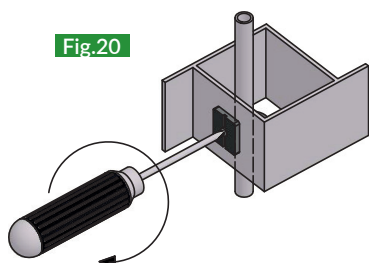

Fig.20
- N.B.: Prima di un eventuale smontaggio della serratura bloccare lo scorrimento delle aste serrando le viti delle pinze guida asta. **Fig.20** Ricordarsi di svitarle dopo aver rimontato la serratura.
- N.B.: In case of disassembly of the lock, clamp the sliding of the rods by tightening the screws of the rod guide. **Fig.20** Remember to unscrew them after reassembly.
- N.B.: Avant un démontage éventuel de la serrure bloquer le mouvement des tringles en serrant les vis des guides tringles. **Fig.20** Ne pas omettre de les desserrer après remontage de la serrure.